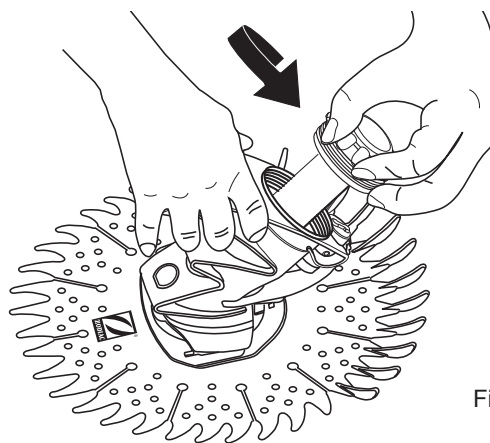
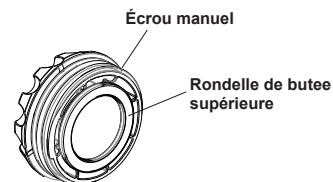

Figure 2
Figure 3
1. Dévissez l'écrou manuel (voir la Figure 2) et l'enlevez du tuyau d'extension extérieur. La rondelle de butée est destinée à rester avec l'écrou manuel comme une unité singulière. Mettez de côté l'écrou manuel et la rondelle de butée supérieure. (Voir la Figure 3).